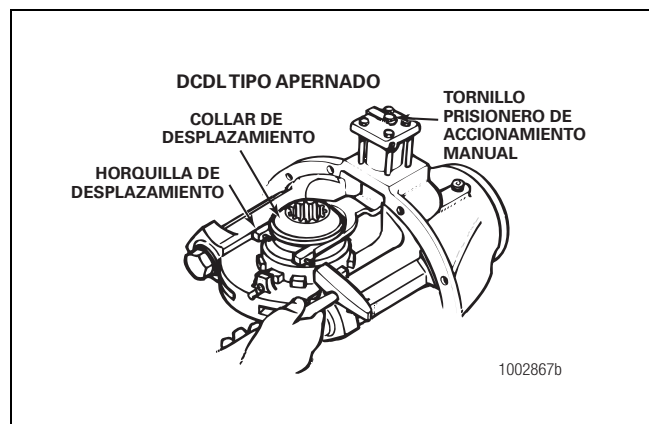

Figura 6.14
12. Mantenga el collar de desplazamiento en la posición cerrada o acoplada. Si se emplean, inserte los dos pasadores cilíndricos en los extremos de la horquilla de desplazamiento hasta que estén a nivel con las caras exteriores de la horquilla. Figura 6.14.